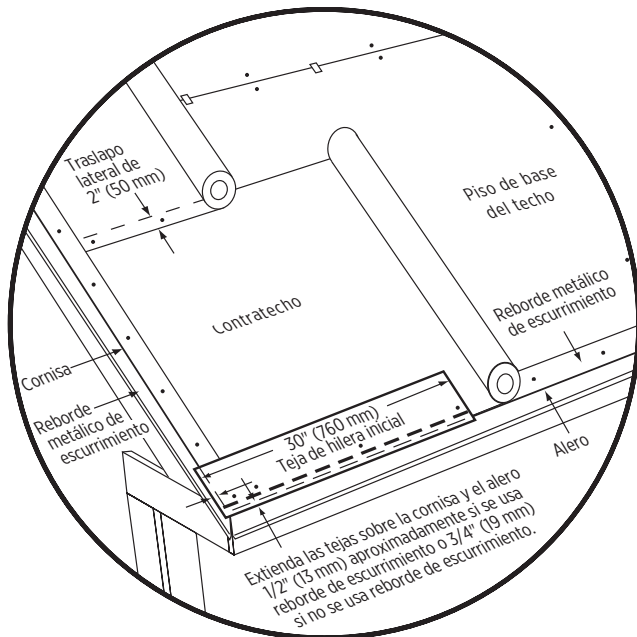

Figura 10-7: Detalles del contratecho con pendiente estándar y el borde de goteo inicial.
3. Continúe con las tejas enteras de la hilera inicial a lo largo de los aleros (Figura 10-7).
2. Corte 5" (125 mm) del largo de la primera hilera inicial y coloque la pieza resultante de 31" (787 mm) en la esquina inferior izquierda del techo. Esta hilera inicial debe tener un saliente en cornisas y aleros de 1/2" (13 mm) cuando se utiliza borde de goteo o 3/4" (19 mm) cuando no se utiliza borde de goteo (Figura 10-7).